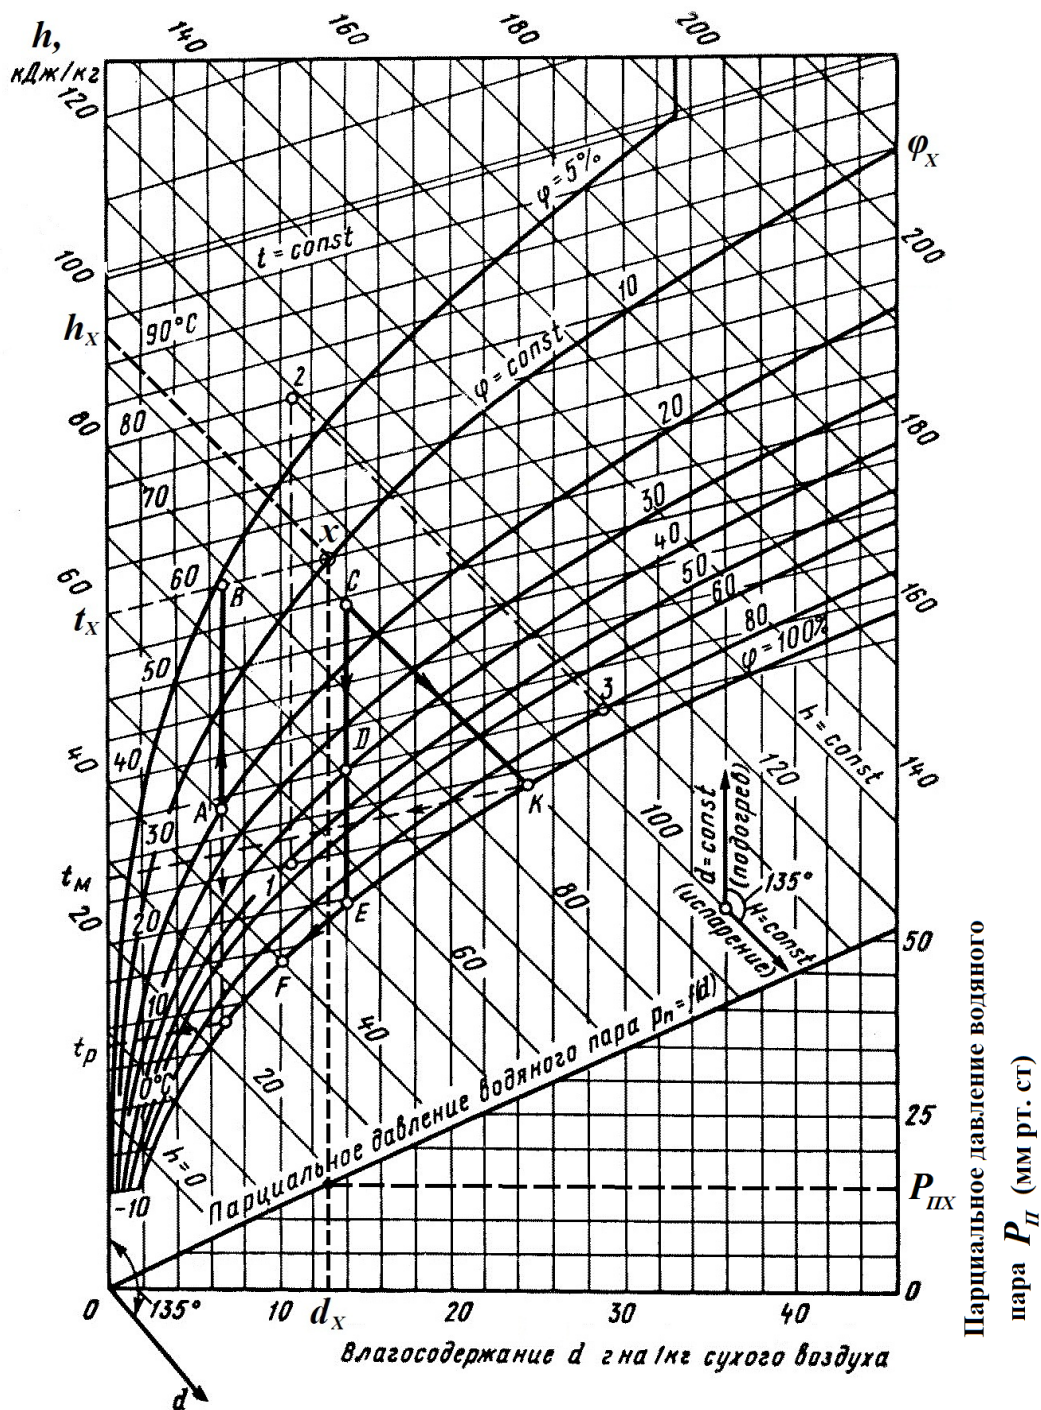

Рис. 1. h - d -диаграмма влажного воздуха
Параметры влажного воздуха, легко определяются графическим путем при помощи $h-d$ -диаграммы влажного воздуха, предложенной в 1918 г. Л.К. Рамзиным (рис. 1). В ней по оси абсцисс откладывается влагосодержание влажного воздуха d в г/кг, а по оси ординат – энтальпия h в кДж/кг. И то, и другое отнесено к 1 кг сухого воздуха, содержащегося во влажном воздухе.
5.3. По $h-d$ -диаграмме влажного воздуха (Рис. 1) для каждой точки определить: